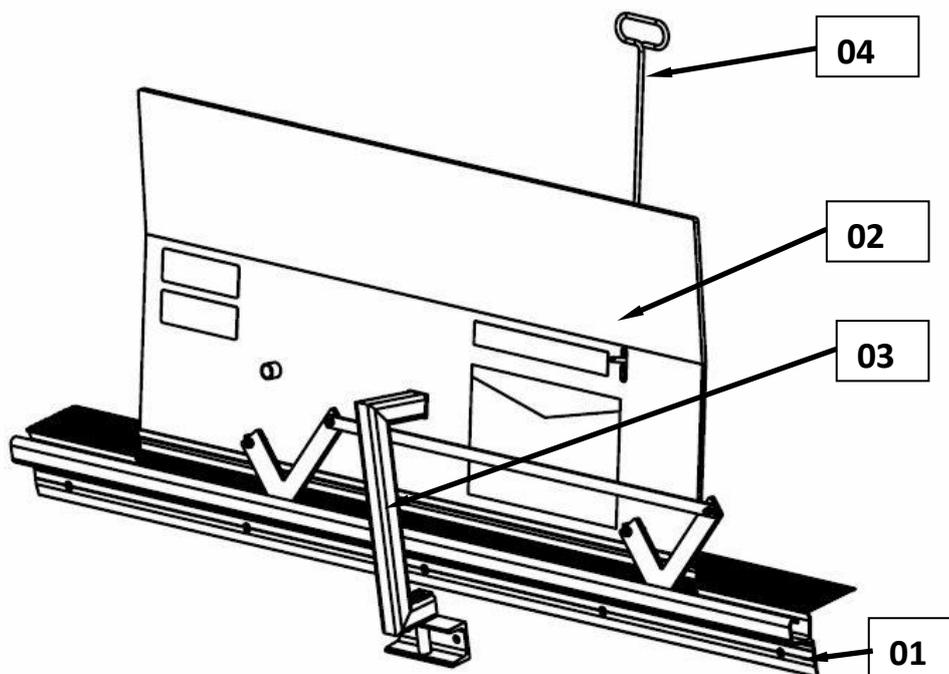

Abbildung 1: Darstellung in vertikaler Stellung
Das **Verladeblech** (Abbildung 1) besteht aus dem Grundblech inkl. Verriegelung, Ladeprofil, Stoßlastaufnahme und Wandanbindung für Kette.
- 1 x Ladeprofil 3-661003 → Abbildung 1, Pos 01
- 1 x Grundblech mit Verriegelung 2-660124 → Abbildung 1, Pos 02
- 1 x Stoßlastaufnahme (optional) 2-660145 → Abbildung 1, Pos 03
- 1 x Haken 3-663601 → Abbildung 1, Pos 04